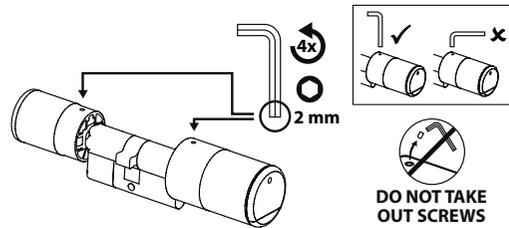

Abb. 136
- 2 Das Lösen und das Fixieren von Außen- und Innenknopf erfolgt über eine integrierte Madenschraube im Drehknopf. Lösen Sie die beiden Madenschrauben in den beiden Knäufen mit dem beiliegenden Sechskantschlüssel (Abb. 136).